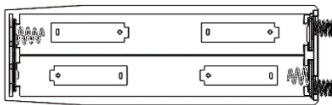
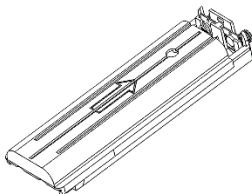

Figura 1
Figura 3
**INSTRUCCIONES DE LA VERSIÓN ALCALINA:** El paquete de pilas alcalinas admite (4) pilas AA, como se muestra en la Figura 1.
Extraiga la bandeja de la batería y sujete la parte inferior de la bandeja, deslice la cubierta superior hacia atrás, como se muestra en la Figura 3. Inserte las baterías como se muestra en la Figura 1 y deslice la bandeja superior para cerrarla. Inserte la bandeja de la batería en la linterna con la flecha apuntando hacia la abertura.